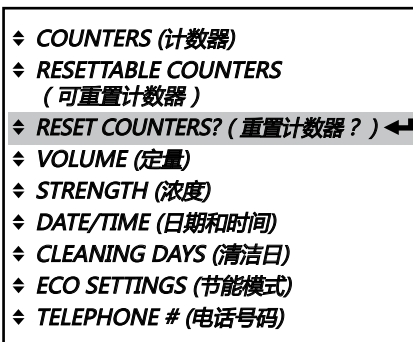

图 56
1. 在操作员模式下，按确认键 访问“RESET COUNTERS?（重置计数器？）”菜单（图 56）。